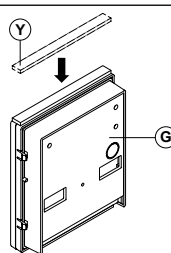

Fig. 3
Apply the (Y) silicon sealant as shown in Fig. 3.
Applicare la guarnizione adesiva (Y) come mostrato in Fig. 3.